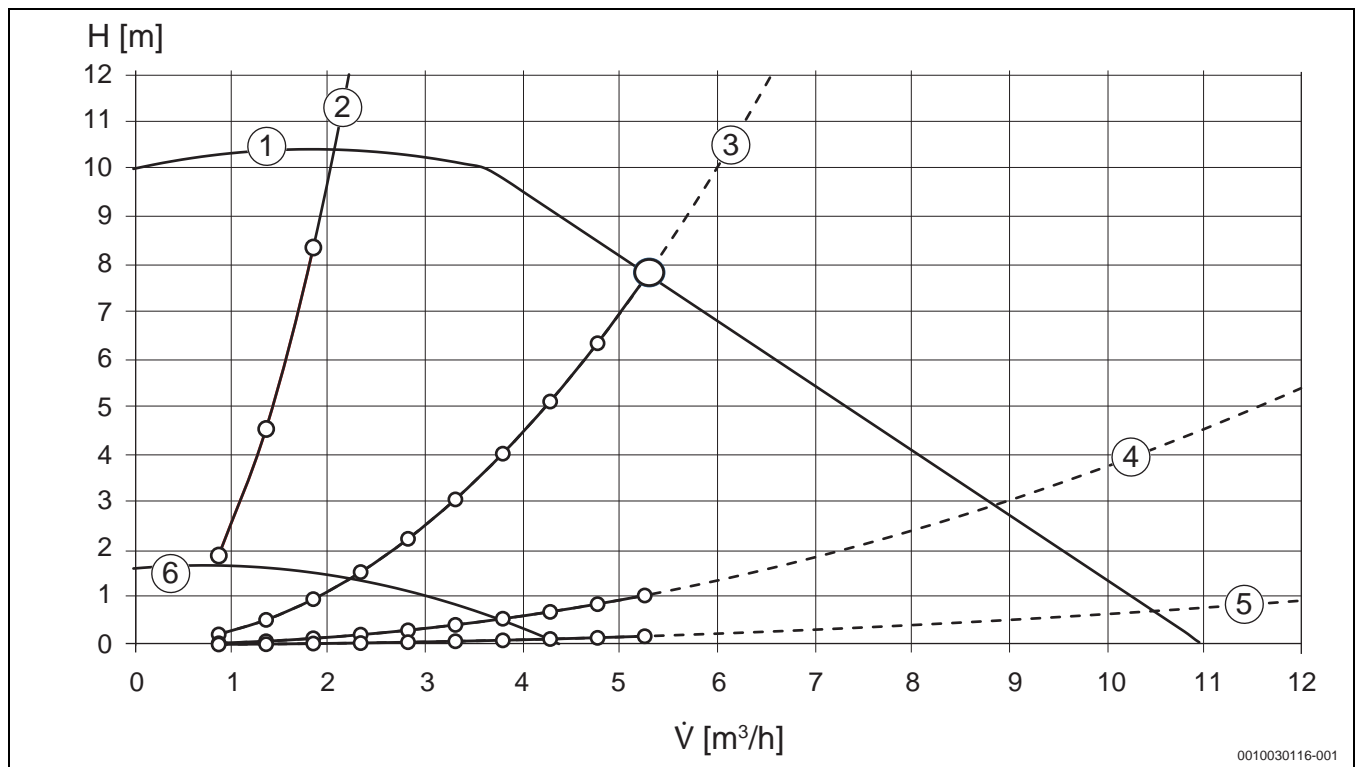

Bild 85 Modulation der Kesselkreispumpe am Beispiel Logano plus KB372 mit 150 kW und ΔT 25 K
Bei korrekt eingestelltem Strangreguliertventil erreicht die Pumpenkennlinie den Nennwert bei Volllast (→ Bild 85: 5,3 m³/h) und moduliert in Kleinlast bis auf 2,5 m³/h herunter.
- Arbeitsbereich ohne SRV (→ Bild 85, [5]):
- Arbeitsbereich mit SRV (→ Bild 85, [3]):
Nur in Kombination mit einem Strangreguliertventil SRV können die Vorteile der modulierenden Kesselkreispumpe voll zur Geltung kommen. Das Strangreguliertventil im Kesselkreis ermöglicht die Anpassung des Volumenstroms an den Volllastfall (Auslegungspunkt) sowie durch einen kleineren minimalen Volumenstrom einen zur jeweiligen Anlage passenden Arbeitsbereich und trägt somit maßgeblich zum optimierten Systemverhalten bei. Je kleiner der minimal mögliche Kessel-Volumenstrom realisiert werden kann, desto besser ist das Systemverhalten des/der Kessel mit dem Pufferspeicher (→ Bild 85). Der somit verbesserte Kesselwirkungsgrad überwiegt als Vorteil bei weitem den Nachteil des durch das SRV zusätzlich erzeugten hydraulischen Widerstands.